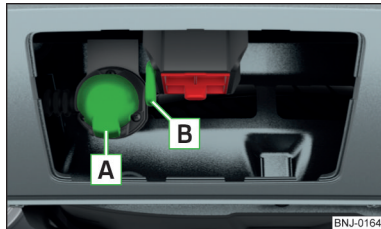

Abb. 253
- › Den Stecker des Anhängers (des Zubehörs) in die 13-polige Steckdose **A** einstecken » **Abb. 253**. (Wenn der Anhänger/das Zubehör über einen 7-poligen Stecker verfügt, ein entsprechendes Reduktionsstück aus dem ŠKODA Original Zubehör verwenden).